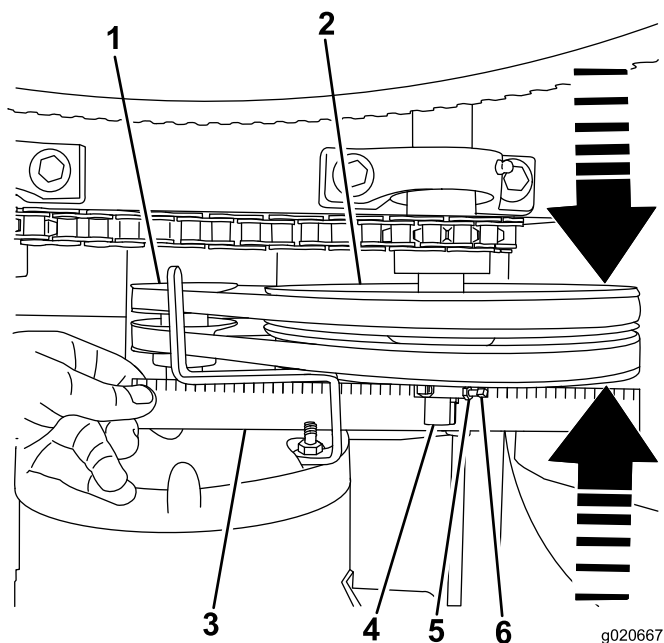

Figura 41
- B. Afloje las contratuercas y los tornillos de fijación que sujetan la polea tensora al eje (Figura 41).
- C. Dando golpecitos con un mazo de goma, mueva la polea tensora hacia adelante o hacia atrás en el eje de la polea tensora hasta que la polea del motor y la polea tensora estén alineadas con la regla (Figura 41).
- D. Apriete los tornillos de fijación y las contratuercas que sujetan la polea tensora al eje (Figura 41).
2. Coloque una regla sobre las caras de la polea del motor y de la polea tensora (Figura 41).